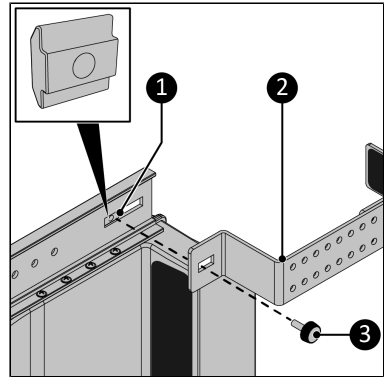

Figure 175.
7. Vissez le support (Figure 175, pos. 2) au rail principal en position avant à l'aide de la vis à bouton (Figure 175, pos. 3).
Veillez à raccorder la vis à bouton à l'écrou coulissant (Figure 175, pos. 1).